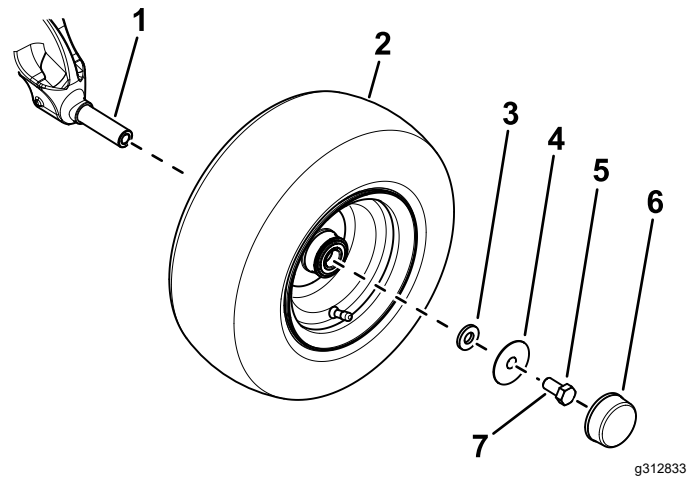

Figure 3
- Utilisez une petite rondelle, une grande rondelle et un boulon ($\frac{5}{8}$ x $1\frac{1}{4}$ po) pour fixer la roue sur le pivot de fusée (Figure 3).
- Placez le couvre-moyeu sur la roue (Figure 3).